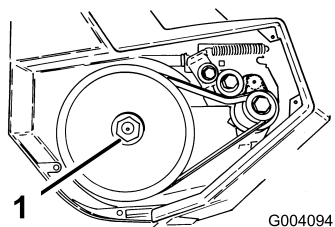

Bild 16
3. Halten Sie die Sechskantmutter mit einem 7/8 Zoll Schraubenschlüssel fest und schrauben Sie gleichzeitig die Rotorblätterwelle heraus (Bild 16).